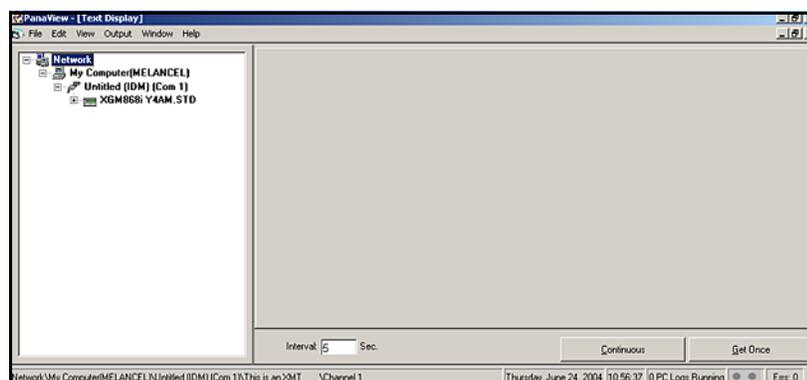

Figure 19: La fenêtre Text Display
2. À l'aide du menu *Window* (fenêtre), décrit dans le guide d'installation de PanaView, disposez les fenêtres ouvertes selon le format souhaité. Pour expliquer cette procédure, la Figure 19 ci-dessous illustre la fenêtre *Text Display* développée complètement (plein écran).
5. Avant d'afficher les valeurs réelles des données dans le volet de texte, activez l'un des modes de recueil des données suivants (voir Figure 19 à la page 54) :